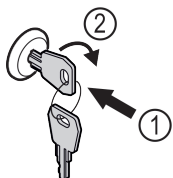

Fig. 125 Példaként szolgáló ábrázolás
- Dugja be a kulcsot Fig. 125 (1).
- Forgassa el a kulcsot 90°-kal az óramutató járásával megegyező irányba Fig. 125 (2).